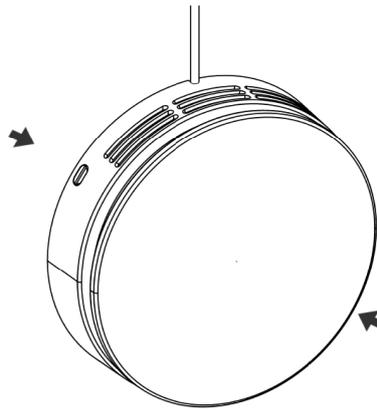

Figure 22 - Enfoncez les encoches.
3. Enfoncez les encoches pour libérer la centrale (voir Figure 22 ci-dessous).